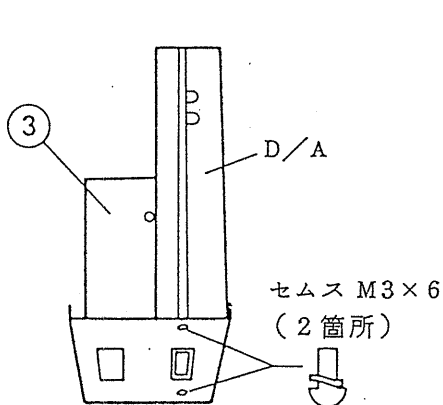

図 5
- (2) D/A ブラケット③に D/A コンバータを取付けます。（図 5）